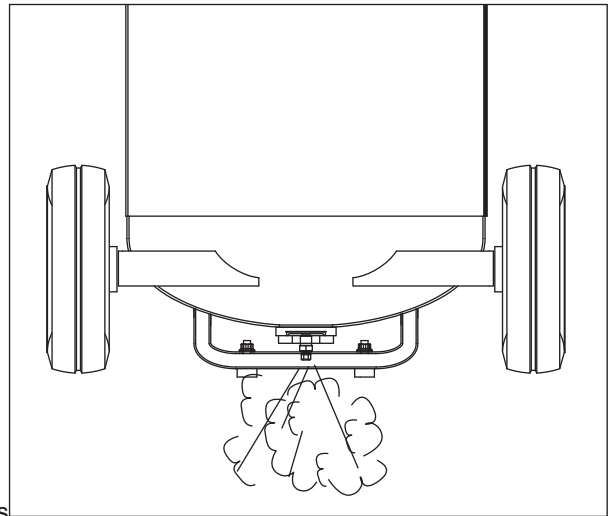

Figure 5
2. Ouvrez le robinet de vidange inférieur (voir la figure 5). Tournez la soupape de sortie afin de laisser passer l'air.
Purger le réservoir (Voir la Figure 5)	●